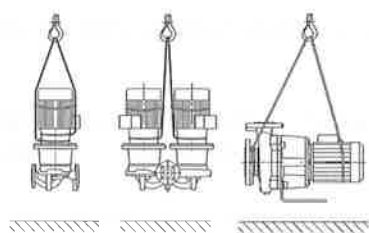

fig. 4: Imbragatura della pompa
- Gli occhioni per il trasporto sul motore servono solo per introdurre le cinghie del dispositivo di sollevamento (fig. 4).